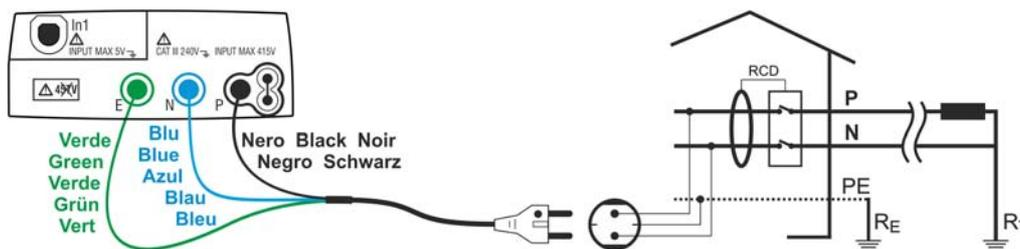
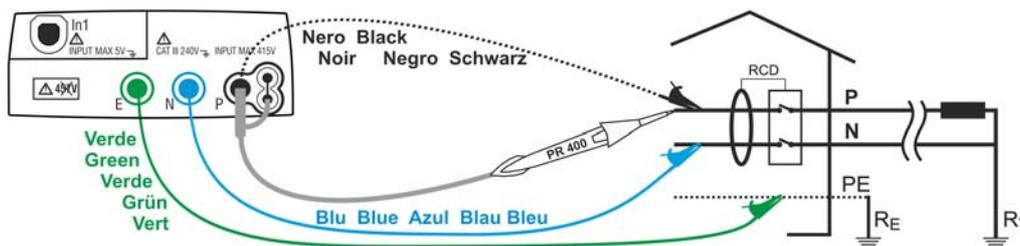
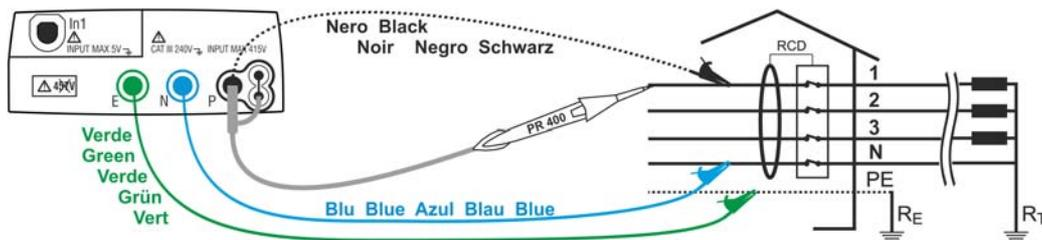

Fig. 20: Medición de la resistencia de bucle de tierra en instalaciones monofásicas o bifásicas 230V a través de la toma shuko
Fig. 21: Medición de la resistencia de bucle de tierra en instalaciones monofásicas o bifásicas 230V a través de los cables por separado y punta remota
Fig. 22: Medición de la resistencia de bucle de tierra en trifásicas 400V + N + PE a través de los cables por separado y punta remota
4. Inserte los conectores verde, azul y negro del cable shuko a los tres terminales en los correspondientes terminales de entrada del instrumento E, N, P. Como alternativa utilice los cables por separado e inserte en los terminales libres los correspondientes cocodrilos. Eventualmente utilice la punta remota insertando el conector multipolar en el terminal de entrada P. Conecte la toma shuko, los cocodrilos o la punta remota a la red eléctrica conforme a las Fig. 20, Fig. 21, Fig. 22 y Fig. 23.